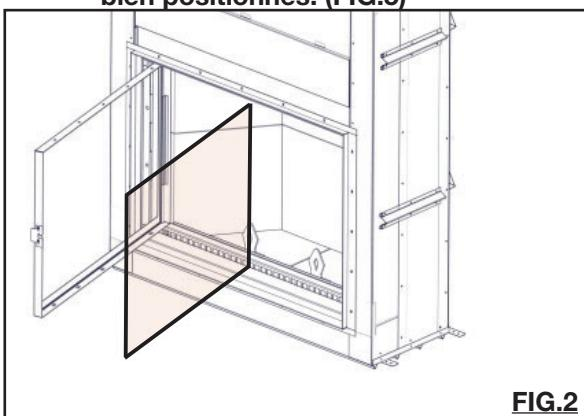

FIG.2
- Retirez la vitre du cadre de porte. **(FIG.2)**